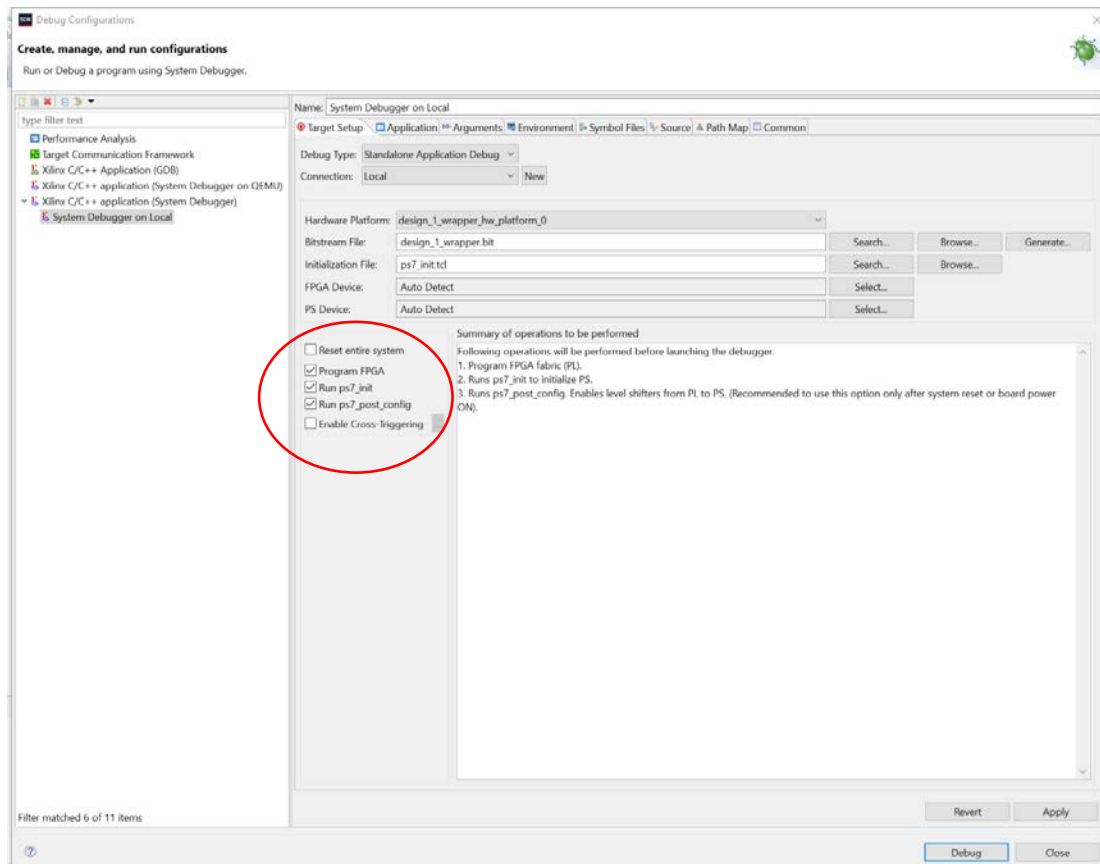

Figure 11 Programmation de PL sans reset
- 6) Il ne vous reste qu'à configurer votre carte ce qui implique programmer la partie matérielle (PL) et la partie logiciel (PS avec les ELF) avec la fenêtre de *Debug Configurations* (onglet Run dans la barre horizontale).
- a. La figure 11 montre l'onglet *Target Setup* pour programmer le FPGA (partie PL).
- 7) Cliquez ensuite sur *Debug* dans le bas de la fenêtre (voir figure 11).